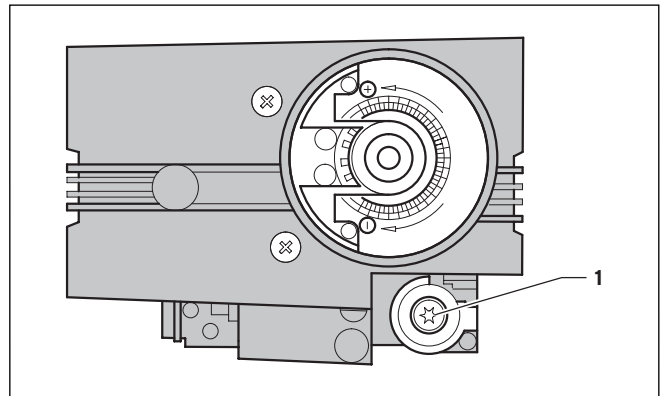

Abb. 6.4 Nullpunktschraube
Die Gaseinstellung für die Minimallast erfolgt über die Nullpunktschraube (1, Abb. 6.4) (Torx Tx40 unter Abdeckung) der Gasarmatur.
- Entfernen Sie die Abdeckkappe der Nullpunktschraube (1, Abb. 6.4) der Gasarmatur.